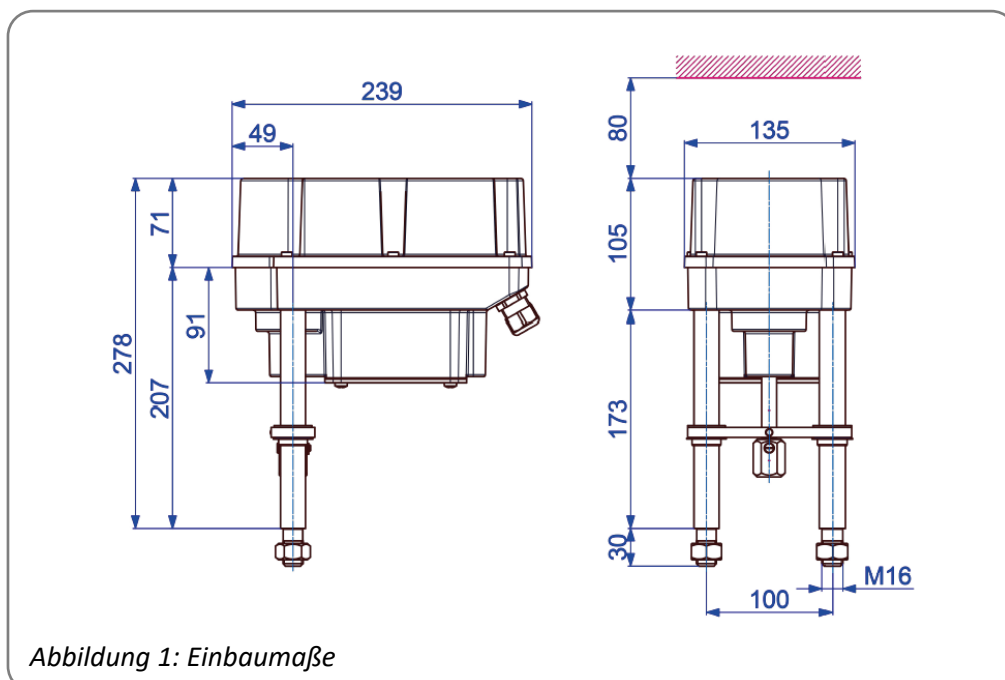
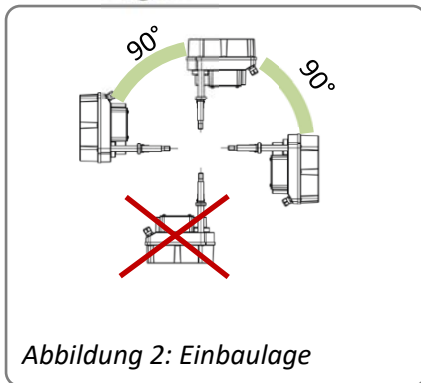

Abbildung 1: Einbaumaße
Abbildung 2: Einbaulage
- Die Antriebe müssen mit ausreichendem Freiraum zum Abnehmen der Haube eingebaut werden (*Abbildung 1*). Die Einbaulage ist beliebig mit Ausnahme „Haube nach unten“ (*Abbildung 2*).